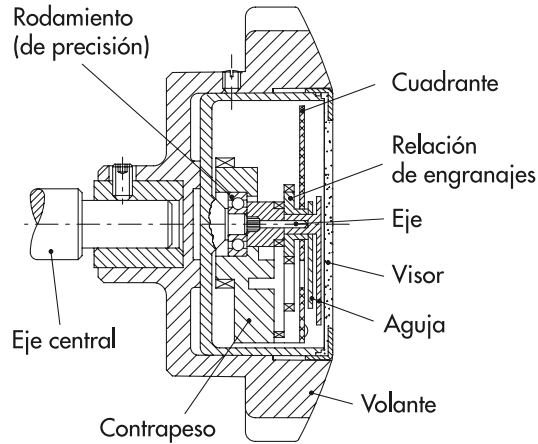

Fig.1
- 1.2 El movimiento se encuentra encerrado en una carcasa sellada (fig. 1). El mismo consiste en un sistema de contrapeso, montado sobre un rodamiento de precisión, que gira sobre un eje central fijo con la carcasa del indicador, fijada al mismo tiempo al volante/mando. Sobre la parte terminal del mismo eje se encuentra montada una aguja de color rojo, que gira perfectamente con el volante/mando. Una serie de engranajes transmiten la rotación del eje a una aguja de color negro. En el contrapeso se encuentra fijado un cuadrante graduado. Si el indicador se encuentra montado sobre ejes que tengan una posición horizontal (o inclinada hasta 60°) el cuadrante permanece parado gracias al efecto de la fuerza de gravedad y las agujas giran sobre éste cuando gira el volante/mando.